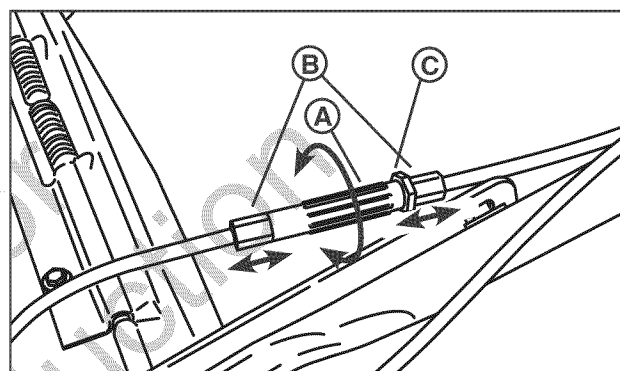

Figure 18 : Réglage du câble d'entraînement
- Si la transmission ne s'embraye pas, augmenter la tension du câble d'entraînement en desserrant l'écrou de blocage (**C, Figure 18**) et en tournant le tendeur (**A**) un demi-tour dans le sens opposé des aiguilles d'une montre pour déplacer les bagues d'extrémité (**B**) hors du tendeur. Serrer l'écrou de blocage contre le tendeur. Vérifier et répéter au besoin.